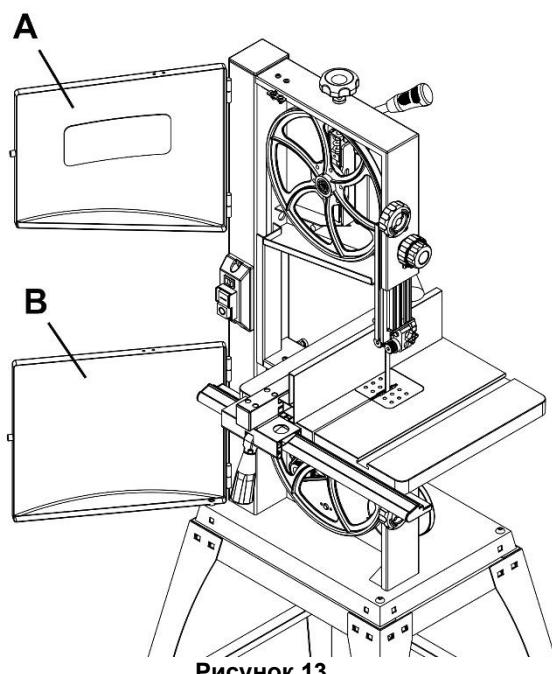
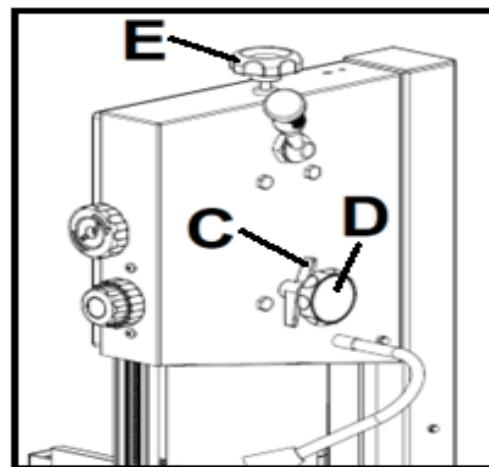

Рисунок 13
Рисунок 14
Откройте верхнюю и нижнюю дверцы (A, B, Рис. 13). Ослабьте ручку фиксатора регулировки хода, вручную вращайте верхний шкив, не касаясь пильной ленты. Поверните ручку регулировки (D, Рис. 14) по часовой стрелке или против часовой стрелки до тех пор, пока пильная лента не будет двигаться по центру резинового обода.
После регулировки снова затяните ручку фиксатора регулировки хода (C, Рис. 14) и закройте крышку.
МЕДЛЕННО поверните ручку регулировки хода (D, Рис. 14), одновременно вращая верхний шкив. Поворот ручки регулировки хода по часовой стрелке (если смотреть с задней стороны станка) приведет к тому, что пильная лента будет смещаться в направлении задней части станка; поворот ручки против часовой стрелки приведет к тому, что лента будет смещаться в направлении передней части станка.
- Поворачивая ручку регулировки (E, Рис. 14) по часовой стрелке, можно увеличить натяжение пильной ленты.
- Поворачивая ручку регулировки (E, Рис. 14) против часовой стрелки, можно ослабить натяжение пильной ленты.